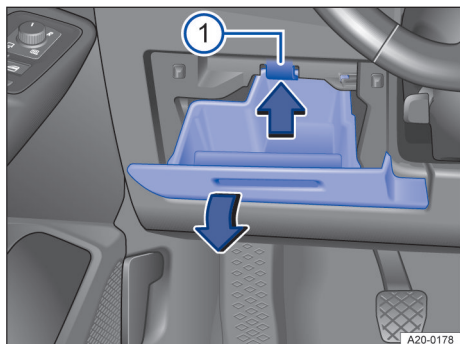

Fig. 178 Capacul panoului de siguranțe din planșa de bord: la autovehiculele cu volanul pe partea stângă: în stânga, lângă volan.
① Element de fixare.
1. Deschideți și eventual goliți compartimentul de depozitare → fig. 178.
2. Apăsați ciocul de fixare în sus, în sensul săgeții, și deschideți simultan compartimentul de depozitare mai mult, scoțându-l în sensul săgeții, până când aveți acces la panoul de siguranțe → fig. 178 ①.